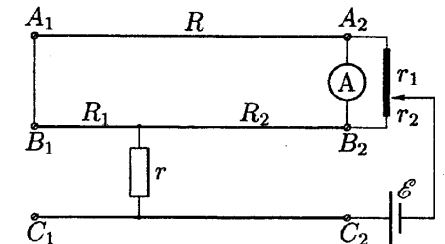

Рис. 15
4. Для определения положения точки пробоя собираем электрическую схему (рис. 15). Пусть R — полное сопротивление линии, R_1 — сопротивление части провода от узла T_1 до разрыва, R_2 — сопротивление оставшейся части провода. Балансируем получившуюся мостовую схему реохордом, сделанным из выданной нихромовой проволоки. Тогда: